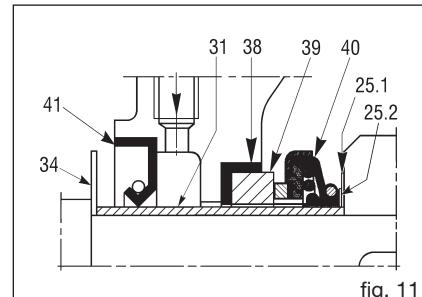
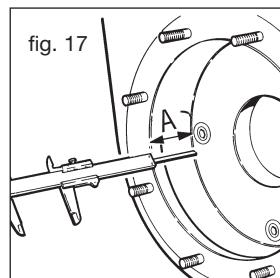

fig. 11
fig. 17
- En todos los modelos la distancia entre el extremo de los álabes de la rueda de álabes y el plano del plato de desgaste debe estar entre 0,3 - 0,6 mm (fig. 19). En el modelo 12" la distancia requerida entre rueda de álabes y los platos de desgaste anteriores y posteriores deben estar entre 0,6 - 1 mm (fig. 22). Para conseguir esto, las cotas A y B de la fig. 17, 18, 20, 21 tiene que ser lo más posible pares. Con tal objetivo se usan los anillos de compensación (25.2) (fig. 11) suministrados con la junta estanca de repuesto. Tales anillos sirven para desplazar hacia adelante la rueda de álabes en el caso que se encuentre demasiado lejos del plato de desgaste frontal o demasiado cerca del posterior (cuando previsto). Los anillos de compensación deben ser montados entre el anillo de sostén de la junta estanca (25.1) (fig.11) y la rueda de álabes. Ulteriores reparaciones pueden ser hechas con las guarniciones del cuerpo y del plato posterior. La interposición de la guarnición (43) (fig. 10) de espesor 0,5 mm determina la distancia requerida (fig. 19).